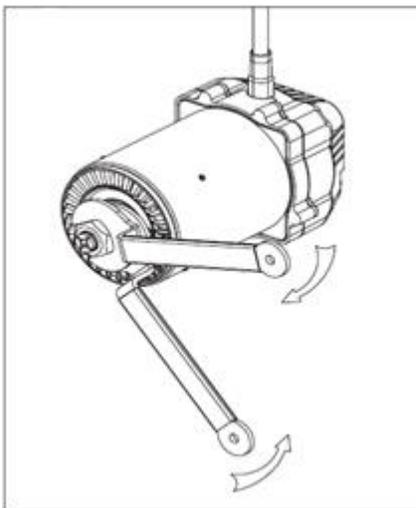

Рис.6
5. Чтобы закрепить режущий инструмент в патроне используйте два гаечных ключа (Рис. 6).